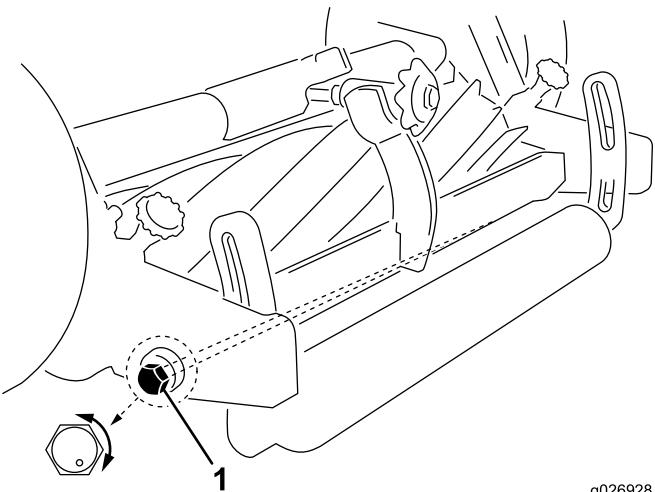

Figure 6
6. Réglez la contre-lame parallèle au cylindre en tournant le boulon de pivot gauche de la barre d'appui (Figure 6). Le boulon de pivot gauche comporte un filet décentré qui, lorsqu'il est tourné, agit comme une came pour éléver ou abaisser la barre d'appui. Le boulon de pivot gauche présente un point excentré (Figure 6) qui marque le filetage du boulon. Lorsque le point est en haut (Figure 6), le côté gauche de la barre d'appui est levé. Lorsque vous tournez le boulon dans le sens horaire et que le point descend, le côté gauche de la barre d'appui descend également. Le point d'identification doit être positionné à l'arrière (180 degrés) lors du réglage.